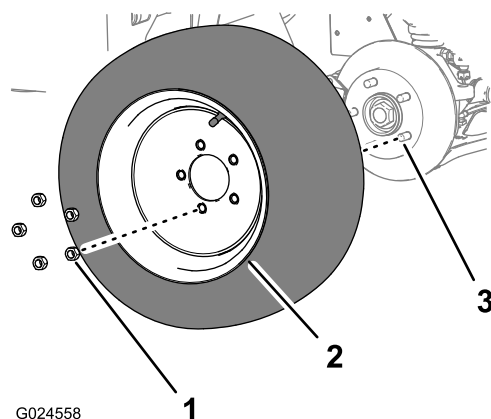

Figure 16
1. Retirez les 5 écrous de roue qui fixent la roue avant au moyeu (Figure 16).
2. Déposez la roue du moyeu (Figure 16).